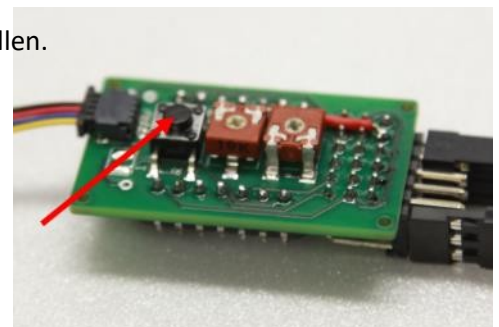

Abbildung 8: Richtungstaste
- Stellen Sie das F1E-Servo durch Drücken der Richtungstaste in die mittlere/neutrale Position (Abbildung 8).